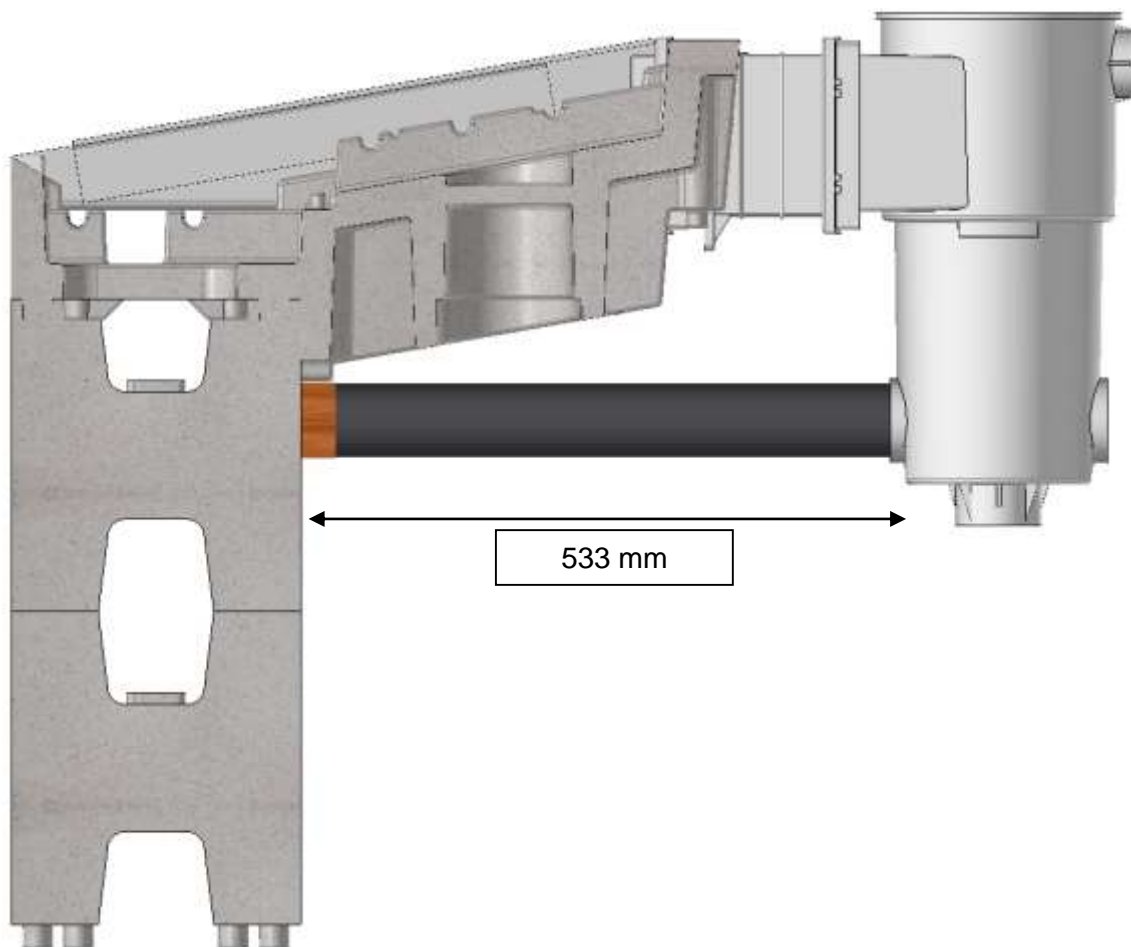

Figure 8 : Calage du skimmer
- Caler le skimmer avec un tuyau Ø63 mm (Longueur théorique : 533 mm) contre la paroi extérieure des BLOKIT (Figure 8). Utiliser une cale en bois sur la paroi pour éviter que celle-ci ne s'enfonce.